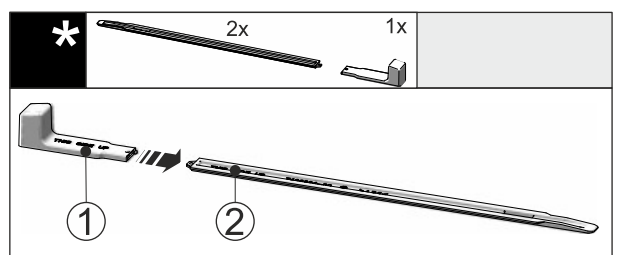

Fig. 47
- Pielieciet montāžas rokturi Fig. 47 (1) pie līmeņošanas sliedes Fig. 47 (2).